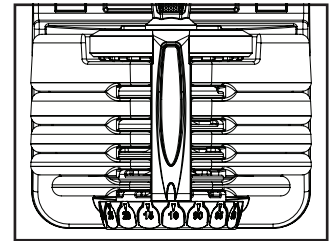

Abbildung 1
3. Die Gewichtsstufen reichen bei beiden Einstellknöpfen von 10 lbs bis 90 lbs (4,5 bis 41 kg). Um ein bestimmtes Gewicht korrekt einzustellen (zum Beispiel 20 lbs [9 kg]), drehen Sie beide Einstellknöpfe, bis die Zahl (20) mit dem Pfeil am äußeren Rand der BowFlex-Plakette ausgerichtet ist (Abb. 1).